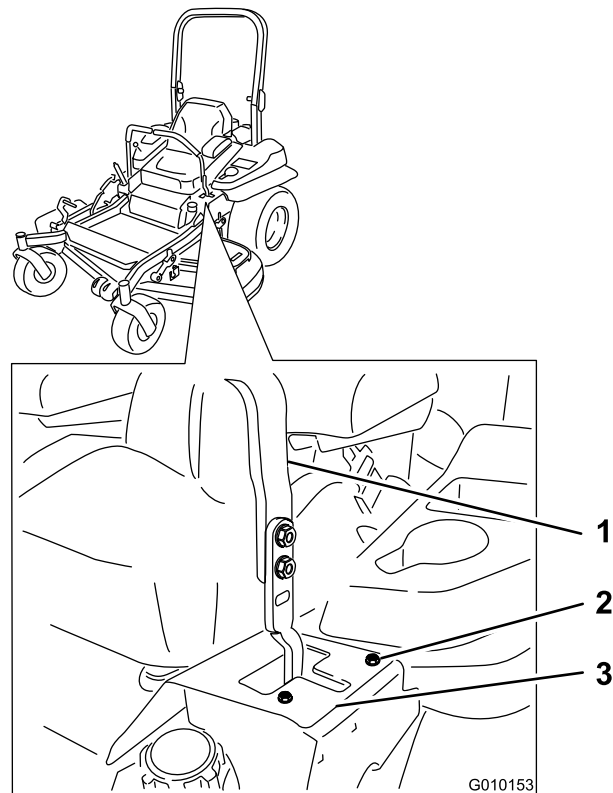

Figura 60
en T de la izquierda hasta que la máquina avance en línea recta (Figura 60).
- Si se desvía hacia la izquierda, afloje los pernos y ajuste la chapa del tope derecho hacia atrás en la ranura en T de la derecha hasta que la máquina avance en línea recta (Figura 60).
- Apriete la chapa del tope (Figura 60).